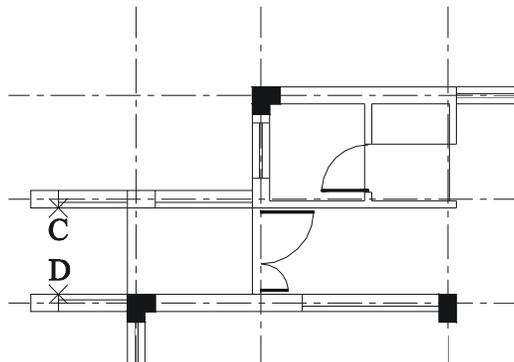

图 9-1-58
使用延长命令 EXTEND (EX) 将镜像得到的图形延长，并进行偏移得到如图 9-1-58 所示的图形。
指定起点： // 捕捉如图 9-1-58 所示中的 D 点
// 捕捉如图 9-1-58 所示中的 C 点